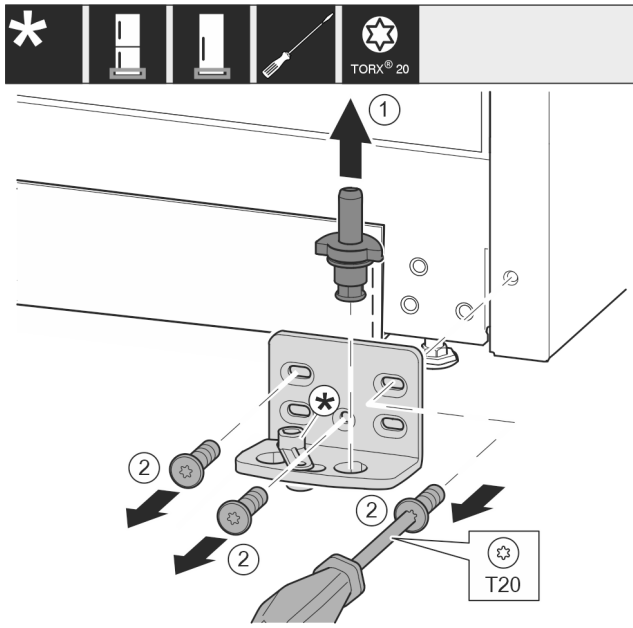

Fig. 13
- Dra ut lagerbulten Fig. 13 (1) helt uppåt.
- Skruva ur skruvarna Fig. 13 (2) med skruvmejsel och ta bort lagerbocken.